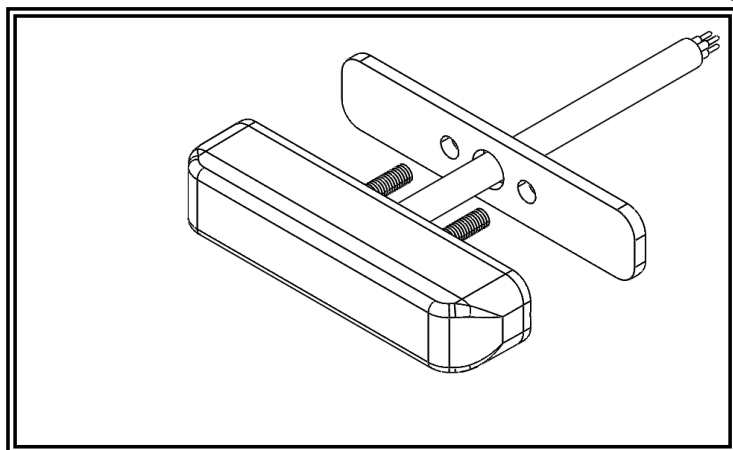

Figure 6
Étape 3 Faites passer le câble de la tête d'éclairage dans le joint court. Faites passer le câble dans le trou percé au centre de la surface de montage. Fixez l'ensemble sur la surface à l'aide des deux écrous de blocage M4 (non illustrés). Serrez-les à un couple maximal de 10 po-lb. Voir la Figure 6.